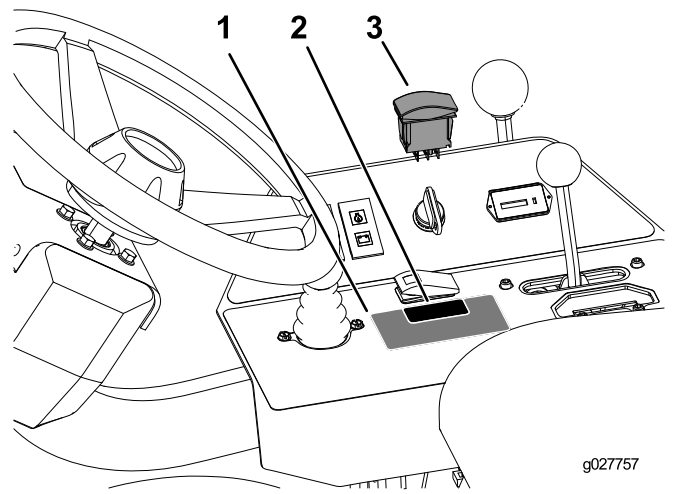

Figure 9
2. Retirez l'obturbateur en plastique et insérez l'interrupteur, comme montré à la Figure 9.
3. **Modèles antérieurs à 2015 :** apposez l'autocollant sur le panneau de commande, comme montré à la Figure 9.